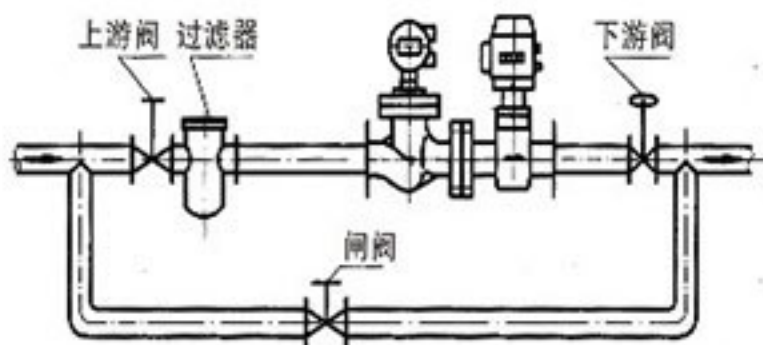

图6 直通分体式测控仪水平安装示意图
7.2 安装时要使测控仪壳体上的箭头标志与介质流动方向相一致，请参照图6、7所示，直角式测控仪应垂直直角安装，水平式测控仪应水平安装，其中分体式测控仪的流量调节器（阀）要安装在其流量变换器的下游位置。为了保证仪表测量准确，上游直管段长度应不少于5DN（DN为测控仪的公称口径），而且上、下游均不得有节流装置。特别注意：测控仪所使用的最高工作压力不得超过公称压力。